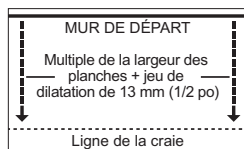

Figure 7
- À au moins deux endroits à 46 cm (18 po) du coin, mesurer une distance égale du mur de départ (Figure 7). La mesure doit être un multiple de la largeur des planches, auquel on ajoute 19 mm (3/4 po) (sans la largeur de la languette) et tracer une ligne droite à la craie. Prévoir un jeu de 13 mm (1/2 po) pour les planchers flottants. Passer à l'étape 3 : pose avec agrafes ou attachés mécaniques, par collage ou flottante.